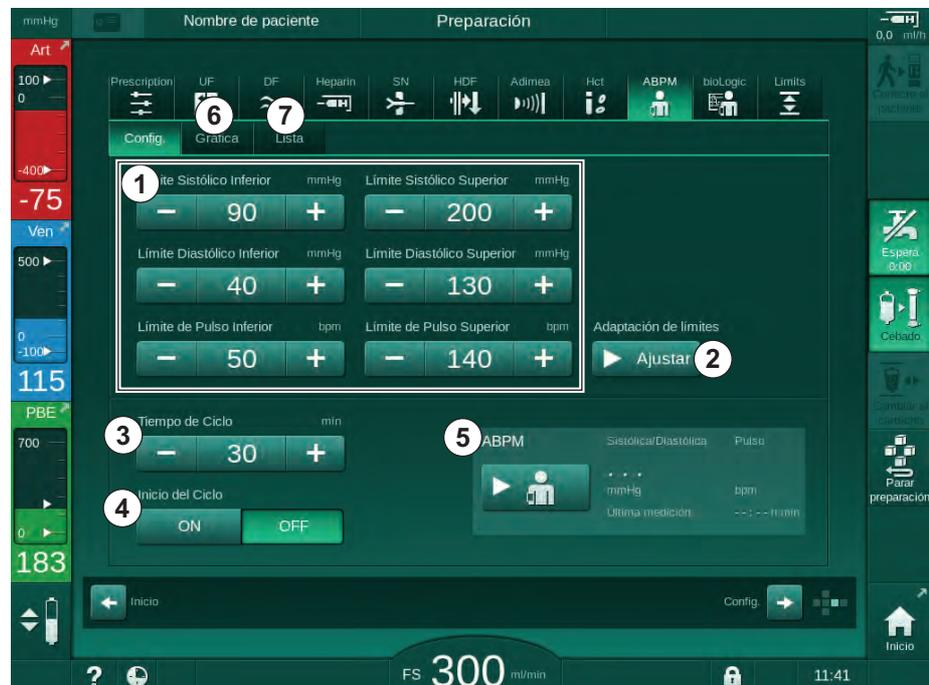

Fig. 11-8 Ajustes ABPM en la pantalla *Entrada*
2. Para adaptar los límites de alarma según la última presión sanguínea medida, pulsar *Adaptación de límites, Ajustar* (Fig. 11-8, ②).
1. Para activar/desactivar las medidas cíclicas con la frecuencia de medida establecida, seleccionar *Inicio ciclo, ON* (Fig. 11-8, ④).
2. Para ajustar la frecuencia de medida, seleccionar *Frecuencia de ciclo* ③. Intervalo posible: de 1 a 60 minutos.
- o Pulsar *Inicio* en el recuadro del grupo *Ajustes ABPM* en la pantalla *Entrada* (Fig. 11-8 Ajustes ABPM en la pantalla *Entrada* (274), ⑤ ).